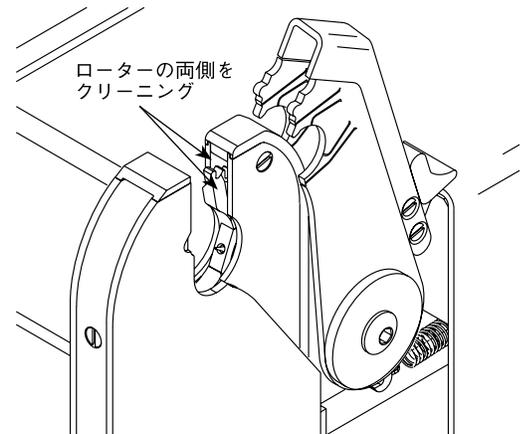

図 41：ローターを回転させて両側のクリーニングを行う
3. ローターを徐々に回転させ、綿棒およびイソプロピル・アルコールを使用して、ローターの両側のクリーニングを行います。図 41 をご参照ください。